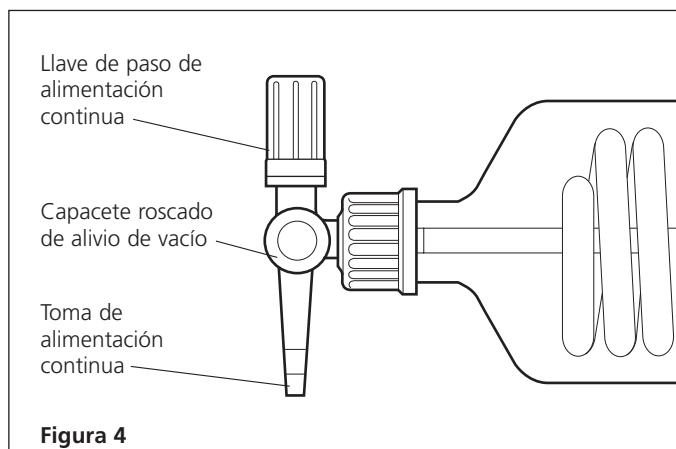

Figura 4
11. Disponga el matraz receptor (5) en su sitio y sujetelo con la presilla de junta esférica (7).
12. Disponga el matraz rotatorio (4) sobre el extremo del tubo de vapor y sujetelo usando la presilla de junta cónica (2).
13. Retire el capacete roscado de plástico gris del extremo estrecho del condensador e instálelo en el adaptador de alivio de vacío / alimentación (3) (vea la figura 4).
14. Introduzca el tubo de PTFE a través del condensador y el tubo de vapor, de modo que el extremo quede dentro del matraz rotatorio. Tenga en cuenta que para los modelos RE301 y RE302, la longitud del tubo de PTFE puede que deba ser reducida para que encaje en el matraz rotatorio (vea la figura 4).
- a) Retire el matraz rotatorio (4) del tubo de vapor (8) y llénelo con el líquido que ha de ser evaporado. Asegure que el matraz nunca sea llenado a más de la mitad. Sujete el matraz en la junta cónica utilizando la presilla (2).
- b) Examine el adaptador de vacío / alimentación (3) y asegure que estén cerrados tanto la llave de paso como el capacete roscado de alivio de vacío (vea la figura 4).
- a) Conecte un tramo de tubo flexible a la toma de alimentación continua del adaptador de vacío / alimentación (vea la figura 4).